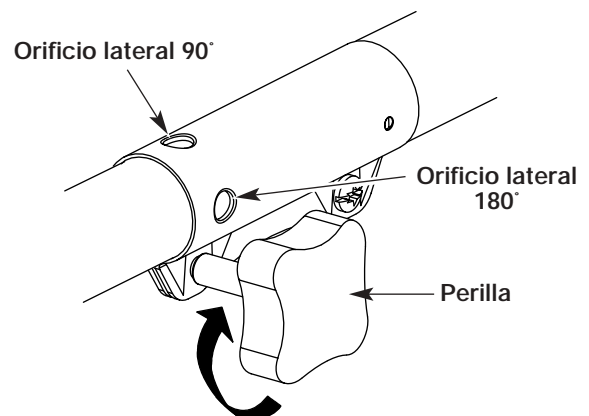

Figure 11
3. Gire la perilla en sentido horario para ajustarla (Fig. 11).
Para recortar bordes mientras usa el accesorio de corte de cabeza de línea con modelos EZ-Link™, trabe el botón de desconexión en el orificio lateral de 90° o en el orificio lateral de 180° (Fig. 11).